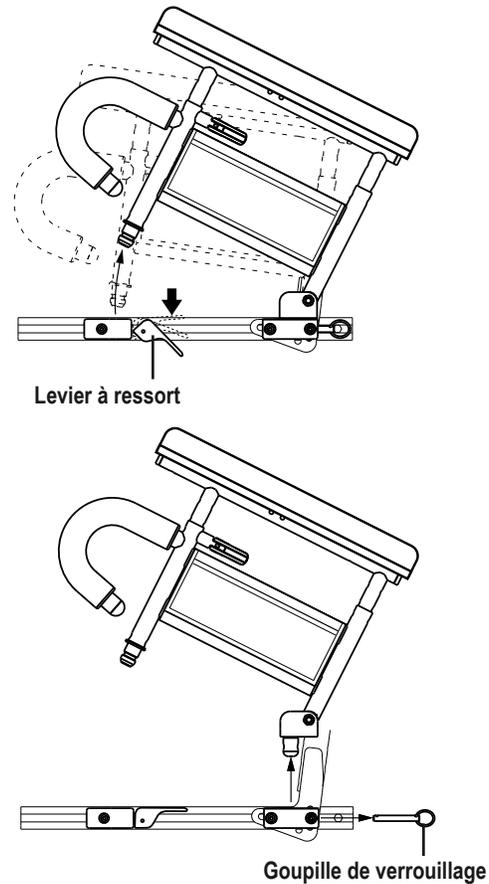

Figure 8. Installation et retrait d'un accoudoir à deux montants
La plage de réglage de la hauteur de l'accoudoir à deux montants est 22.86 à 33.02 cm (9 à 13 po) par incréments de 2.54 cm (1 po). Cette plage est mesurée à partir de la partie supérieure du rail du siège à la partie supérieure de la manchette de l'accoudoir. Vous pouvez également relever les accoudoirs ou les retirer pour le transfert. **Voir la figure 8.**
1. Pousser le levier à ressort vers le bas et tirer vers le haut sur l'avant de l'accoudoir. **Voir la figure 8.**
2. Retirer la goupille de verrouillage à l'arrière du siège. **Voir la figure 8.**
1. Fixer l'arrière de l'accoudoir dans le récepteur du siège arrière et installer la goupille de verrouillage. **Voir la figure 8.**